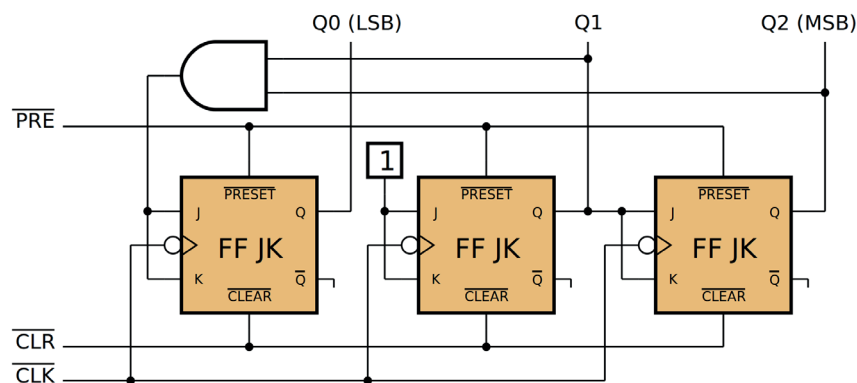

Figura 10.30 – Implementação do contador síncrono usando JK flip-flops.
- 6 – A implementação do contador síncrono para contar na seguinte sequência 0→2→4→6→1→3→5→7→0→2 ... usando os flip-flops JK é mostrada na figura 10.30.